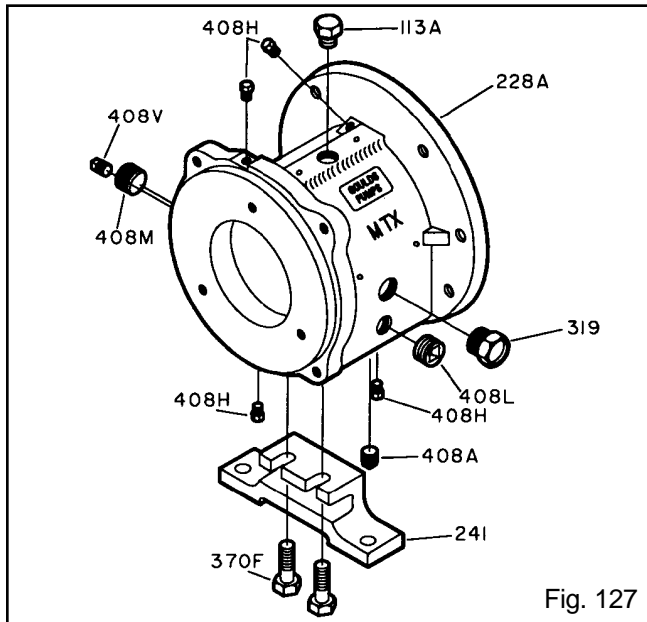

Fig. 127
1. Instale el tapón de llenado de aceite (113A), el tapón de drenaje de aceite (408A), el tubo indicador (319), el tapón del aceitador visible (408J), cuatro (4) tapones de conexión de rociado de aceite (408H) o graseras (193) y los tapones de salida de grasa (113), y los tapones de entrada y de salida del enfriador de aceite o enfriador de aceite del bastidor de los cojinetes (408L, 408M) en el bastidor de los cojinetes (228) (Fig. 127).
2. Conecte el soporte (241) del bastidor de los cojinetes con pernos (370F). Apriete con los dedos (Fig. 127).